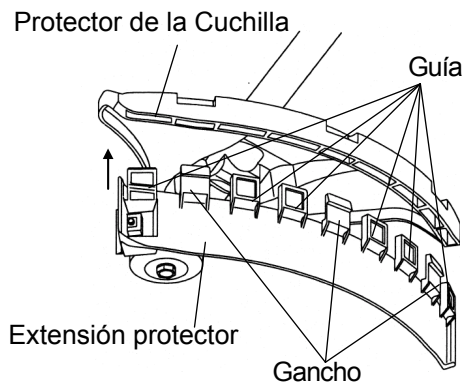
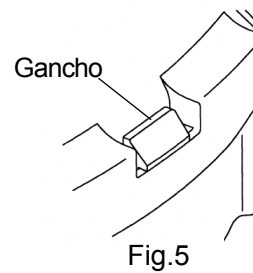

Fig. 4
Fig.5
- Coloque la guía del protector en los agujeros como se muestra en la fig 4. Asegurándose que las ganchos Fig. 5 entran en la posición correcta.